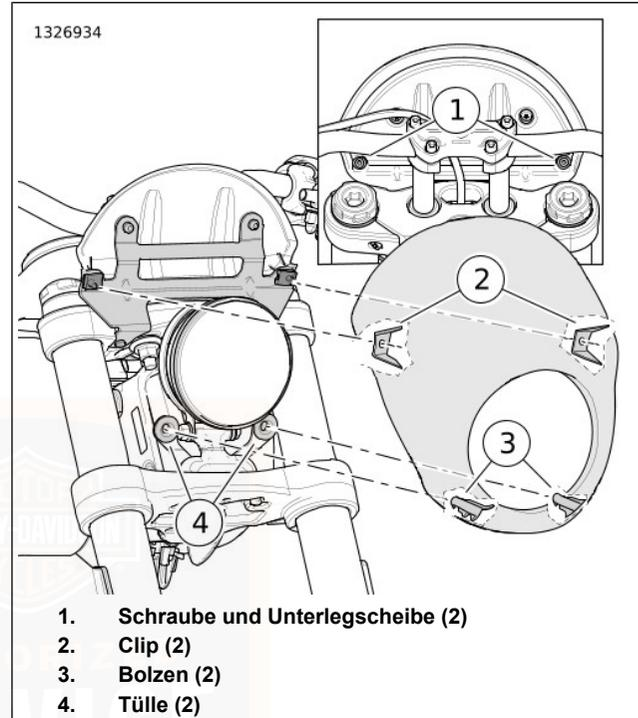

Abbildung 38. Verkleidung
1. Siehe Abbildung 38. Die Verkleidung abbauen.
- a. Die Schrauben und Unterlegscheiben (1) entfernen.
- b. Die Verkleidung nach vorne ziehen, um die Befestigungsbolzen (2) aus den Tüllen (3) zu ziehen.